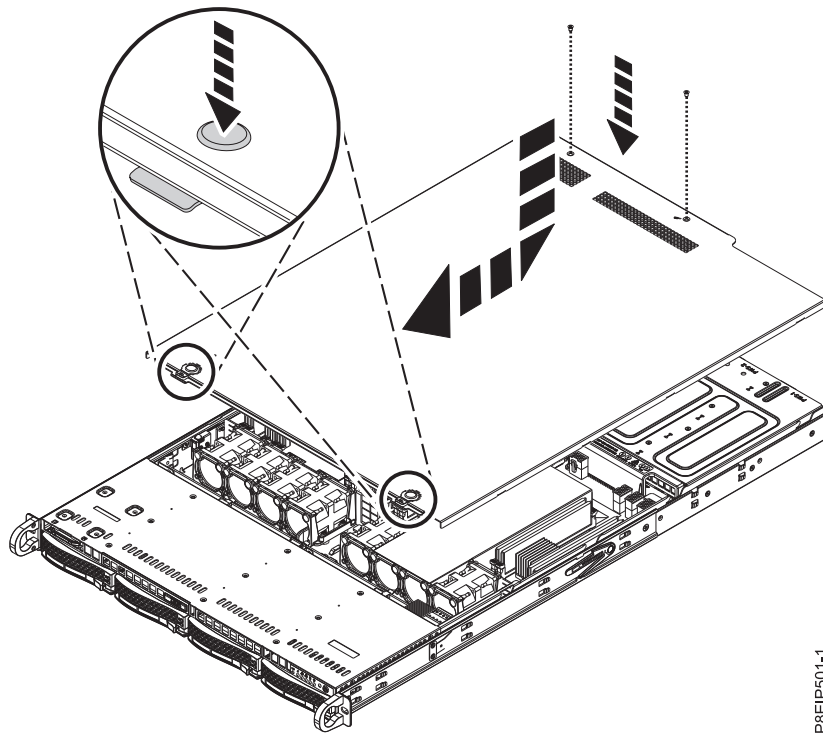

Figura 83. Sustitución y fijación la cubierta
2. Deslice la cubierta hacia adelante hasta que encaje en su sitio, como se muestra en la Figura 83.